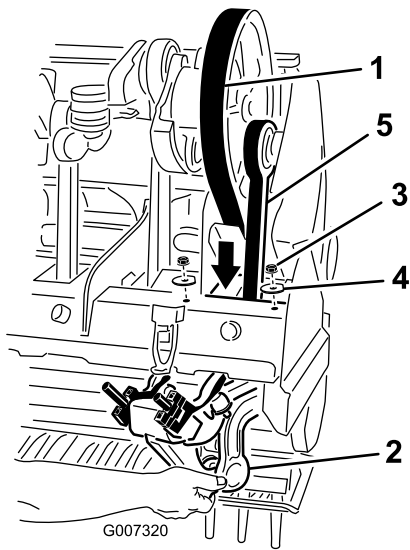

图39
5. 松开并拆下固定 1 号打孔臂的 Rotalink 阻尼器的 2 个锁紧螺母和垫圈 图39。
7. 降低传动皮带穿过打孔头机架并绕过 1 号打孔臂的下端图39。